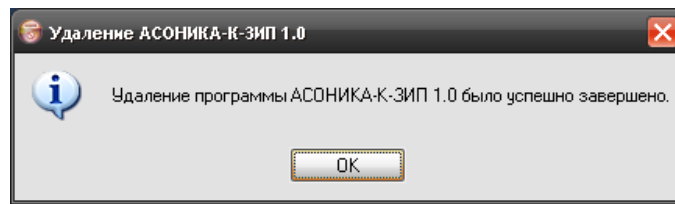

Рис. 3.12. Удаление Системы. Окно сообщение об успешном удалении
- По окончании процесса удаления Системы нажмите «Ок» (см. рис. 3.12) для выхода из программы.